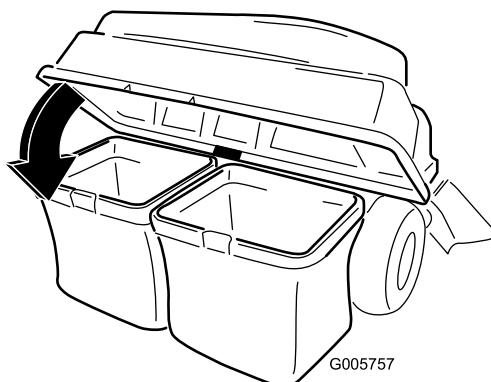

Bild 10
- Senken Sie die Abdeckung des Heckfangsystems auf den Grasfangkorb ab (Bild 10).